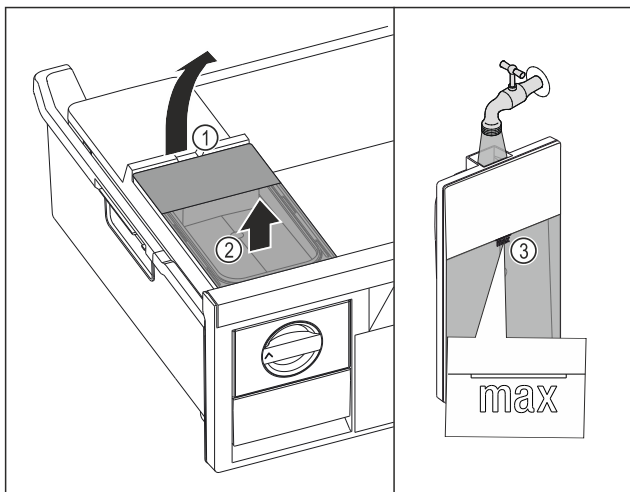

Fig. 109
- ▶ Lyft vattenbehållaren i fördjupningen Fig. 109 (1).
- ▶ Ta ut vattenbehållaren uppåt. Fig. 109 (2)
- ▶ Fyll vattenbehållaren med dricksvatten upp till markeringen Fig. 109 (3).